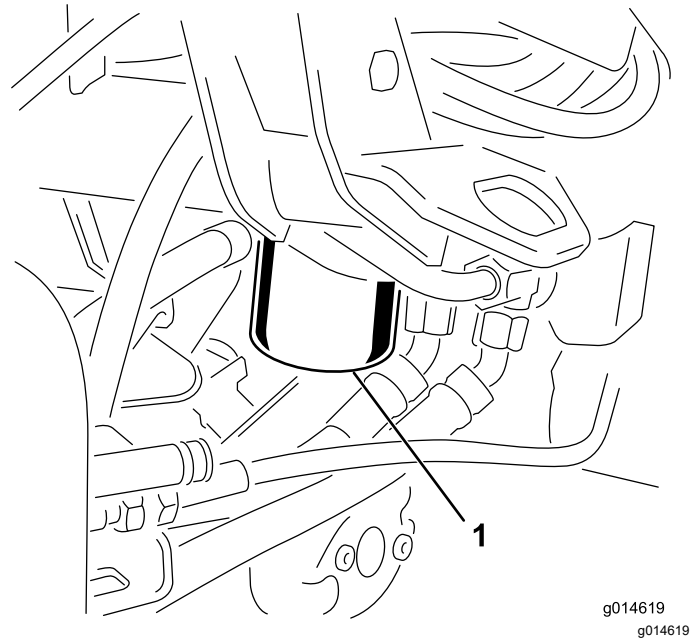

Figura 44
1. Limpie la zona de montaje del filtro (Figura 44). Coloque un recipiente debajo del filtro y retire el filtro.